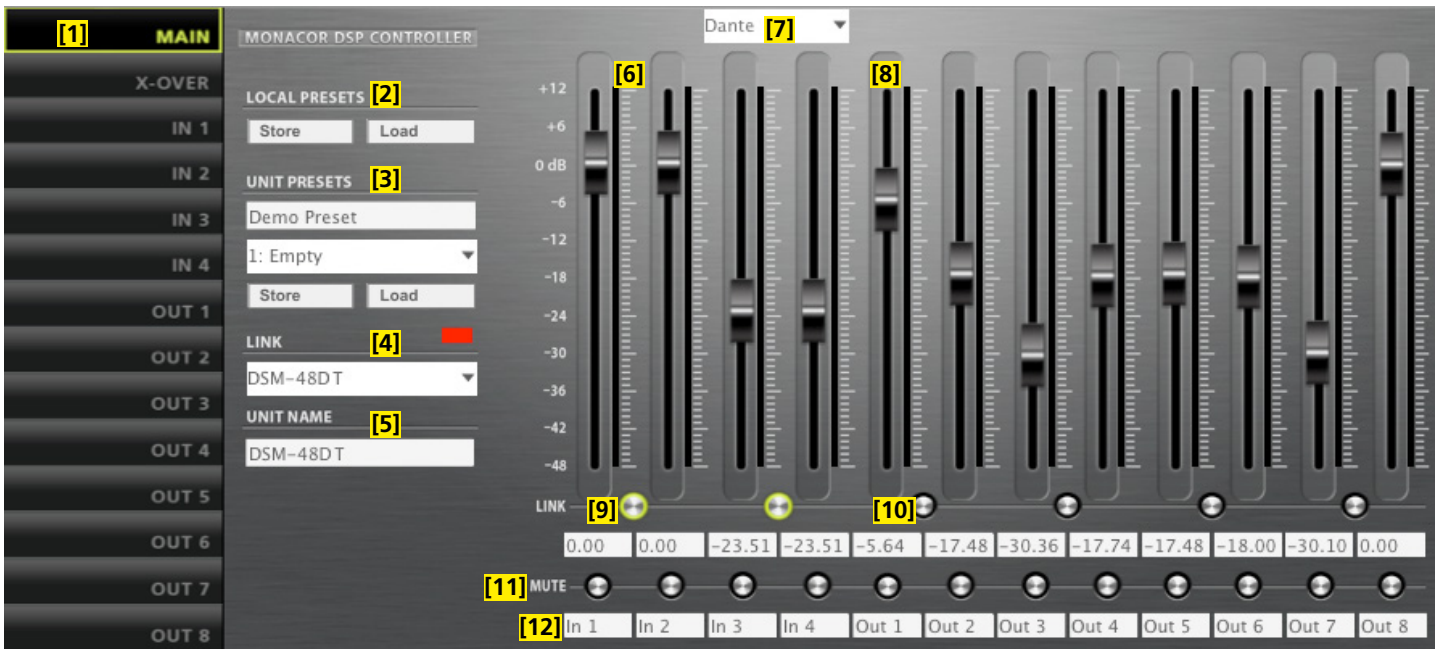

Abb. 17 Konfigurationsfenster in der Ansicht MAIN, DSM-48...
- 3) In der Ansicht MAIN des Konfigurationsfensters (Abb. 17) im Listenfeld [7] über den Reglern der Kanäle IN3 und IN4 die Signalquelle „Dante“ wählen.
8. Schaltfläche Ⓢ zum Aufruf des Konfigurationsfensters (Abb. 17) für ein Gerät, das „online“ ist
In der Liste erscheinen jetzt verschiedene virtuelle Geräte mit der zusätzlichen Bezeichnung „DEMO...“. Wie bei realen Geräten kann hier über die Schaltfläche das Konfigurationsfenster aufgerufen werden (Abb. 17).
Das Konfigurationsfenster (Abb. 17) mit der Hauptansicht (MAIN) wird für das gewählte Gerät angezeigt. Auf der linken Seite wird als Farbfeld neben LINK [4] der Verbindungsstatus des Geräts angezeigt.
7.3.2 Ansicht MAIN (Abb. 17)